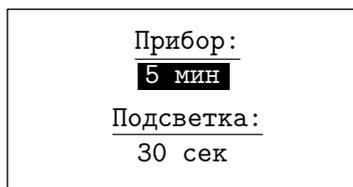

Рис. 3.38
3.7.2. **"Автомат.отключение"** (Рис. 3.38).